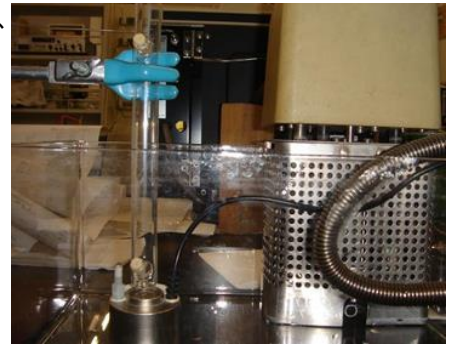

図1 2.4 MHz超音波発生装置
- ▶ 超音波霧化器を図1に示します。超音波を照射することにより、霧化現象が現れることが分かります(図2)。